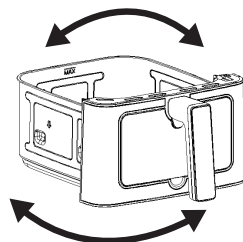

Рис. 3
- Поверните ручку вверх и вниз и встряхните корзину, чтобы убедиться, что ручка зафиксирована (Рис. 3).